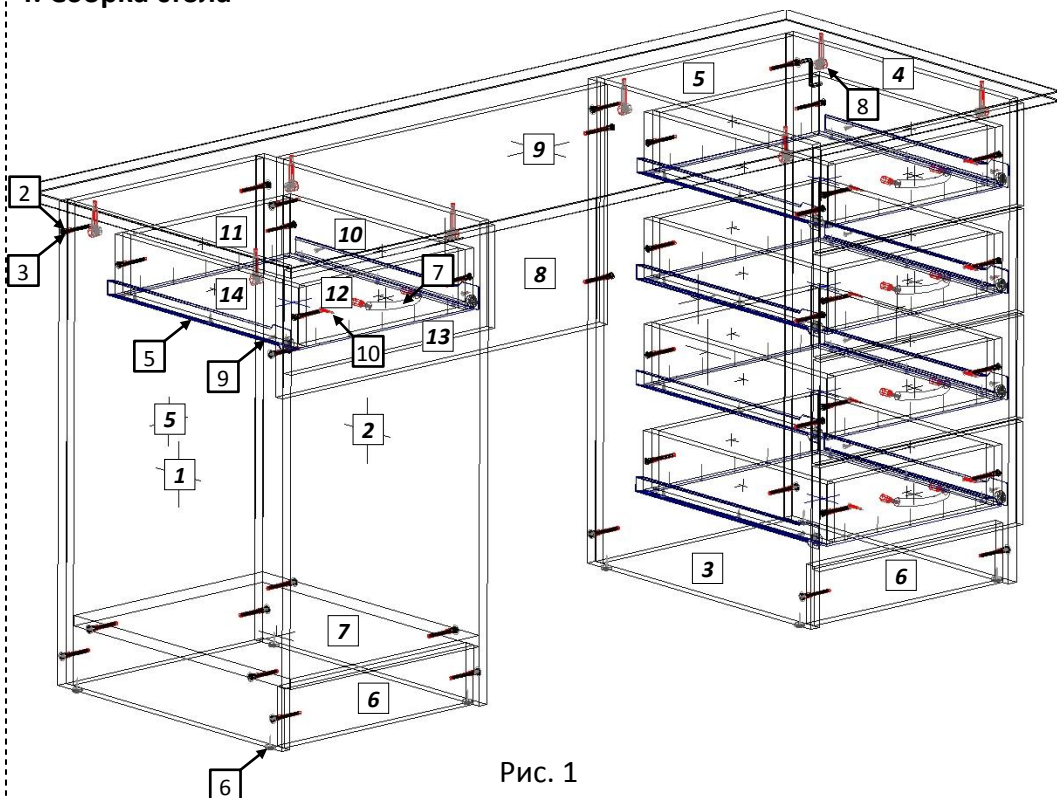

Рис. 1
- 4.3 Евровинтами (2), как показано на рис. 1, соедините боковые стенки стола [1,2,3,4] с вертик. стенками [5,8], горизонтальной стенкой [7] и цоколями [6]. Установите крышку. Затяжка соединения производится путём поворота эксцентриков до упора в направлении стрелки, выштампованной на корпусе стяжки.